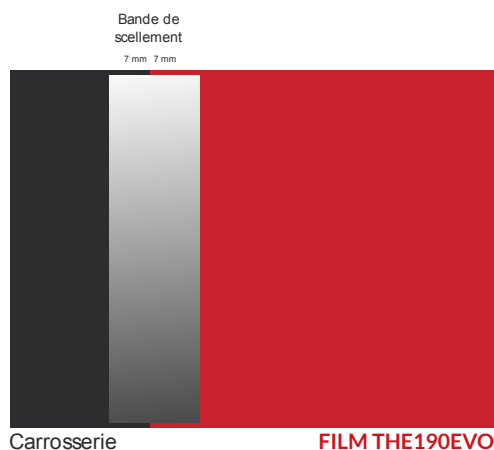

Figure 25
- › Coller la bandelette en la superposant sur environ 7 mm de carrosserie et 7 mm de film THE190EVO. (FIG. 25)